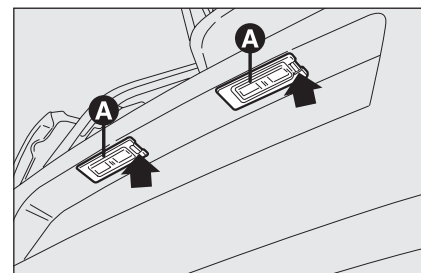

fig. 27
- ☐ intervenga en el punto indicado por la flecha y quite el grupo transparente **A**-fig. 27;